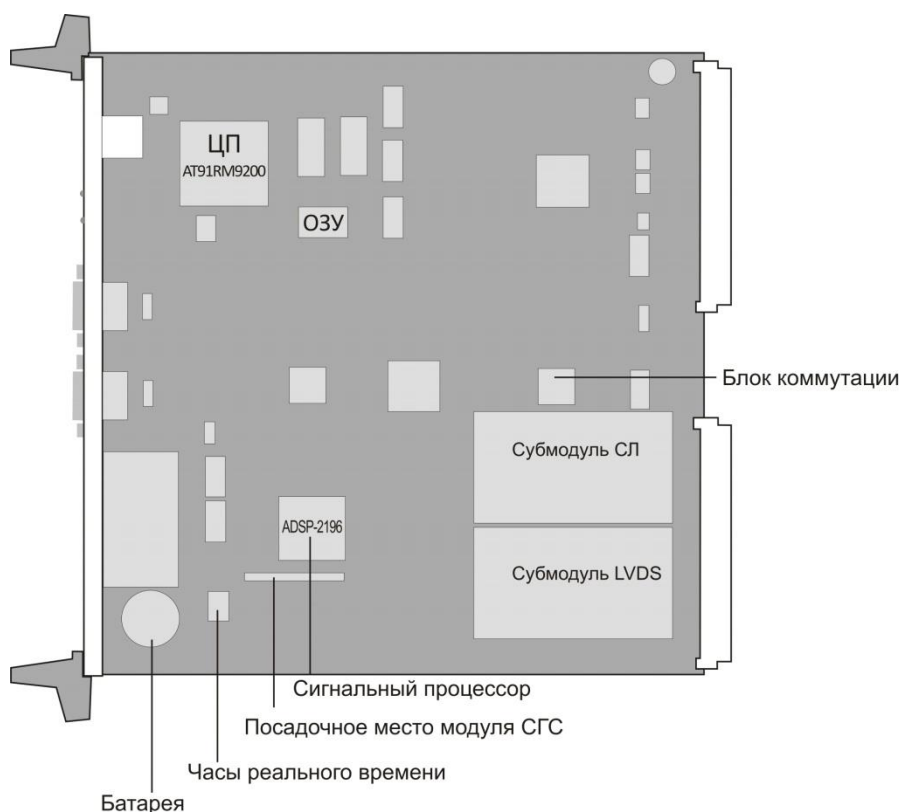

Рисунок 1 – Плата модуля ЦП
2) Установить модуль ЦП и другие модули, если они еще не установлены, в станцию. Подключить ПК к порту 1 модуля ЦП. Установить, при необходимости, CompactFlash в разъем на передней панели процессора, рисунок 1.